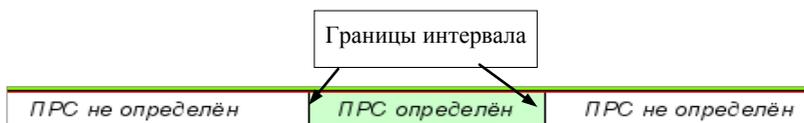

Рис. 11.13
**Интервальные графы** (рис. 11.13) хранят один или несколько параметров, характерных для участка (интервала).